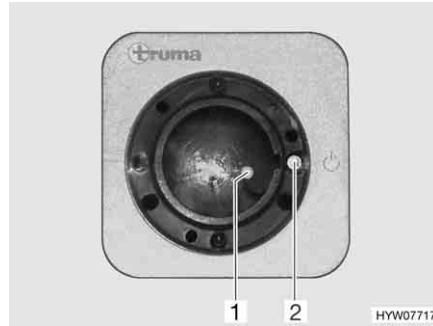
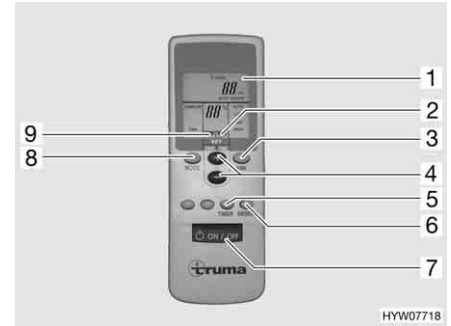

Fig. 154 Ricevitore
Fig. 155 Telecomando
- Accendere il telecomando con l'interruttore (Fig. 155,7). La spia verde di controllo (Fig. 154,1) indica la modalità di raffreddamento.
- Impostare la modalità di funzionamento desiderata con il tasto (Fig. 155,8).
- In caso di necessità, impostare con i tasti (Fig. 155,3 e 4) la potenza della ventola desiderata e la temperatura dell'ambiente. La freccia (Fig. 155,9) indica la modalità di regolazione selezionata.
- ▷ Sul ricevitore si trova un ulteriore interruttore a tasto (Fig. 154,2) con il quale è possibile spegnere e accendere l'impianto di climatizzazione anche senza il telecomando. Quando l'impianto di climatizzazione viene acceso mediante questo interruttore a tasto, viene selezionata automaticamente l'ultima modalità di funzionamento impostata con il telecomando.
- Per spegnere, premere nuovamente il tasto (Fig. 155,7) al telecomando.
- Per programmare l'impianto di climatizzazione, accendere con il tasto (Fig. 155,7) sul telecomando.
- Con i tasti (Fig. 155,8, 3 e 4), impostare la modalità di funzionamento e la temperatura dell'ambiente desiderate.
- Selezionare la funzione desiderata (Fig. 155,1) con il tasto (Fig. 155,5):
- Selezionare il tempo di commutazione desiderato (da 1 a 15 ore) con il tasto (Fig. 155,4). La freccia (Fig. 155,2) lampeggia e indica la modalità di regolazione.
- ▷ Con il tasto (Fig. 155,6) le impostazioni del telecomando vengono ripetutamente inviate al ricevitore.